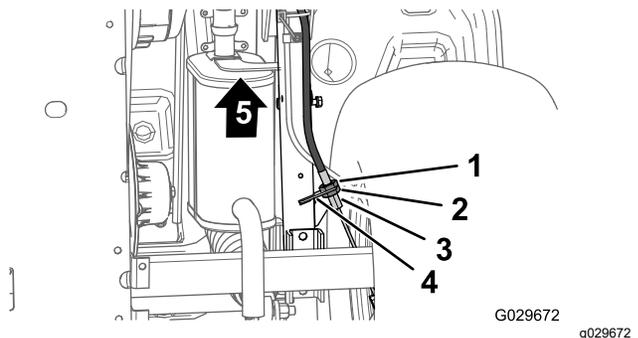

Figura 57
3. Sulla parte inferiore della macchina, allentate di 4 giri il controdado posteriore per il regolatore filettato del cavo del freno di stazionamento (Figura 57).
4. Serrate il controdado anteriore (Figura 57).
- A. Allentate di 1 giro il controdado anteriore (Figura 57) per il regolatore filettato del cavo del freno di stazionamento.
- B. Serrate il controdado posteriore (Figura 57).
- A. Allentate di 1 giro il controdado posteriore (Figura 57) per il regolatore filettato del cavo del freno di stazionamento.
- B. Serrate il controdado anteriore (Figura 57).